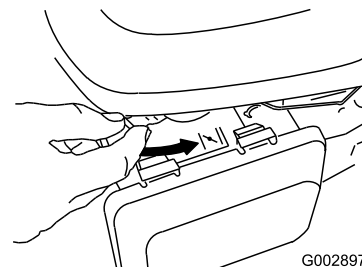

Рисунок 21
3. Переведите рычаг дроссельной заслонки в положение Choke (Закрыто) (Рисунок 21).